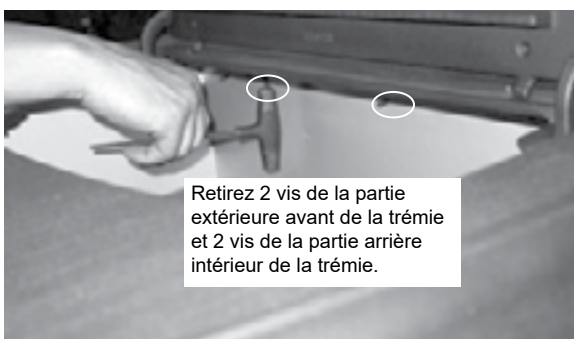

Figure 23.1
4. Retirez le couvercle de la fonte de l'appareil. Deux attaches sont situés à l'extérieur de la trémie de chaque côté. Les deux autres sont situés le long de l'arrière de la trémie (**Figure 23.1**). Retirez l'écran arrière de l'appareil (assurez-vous que le conduit d'évacuation est déconnecté) en retirant les sept vis. Levez légèrement vers le haut pour ne pas endommager l'interrupteur de la trémie et mettez de côté.